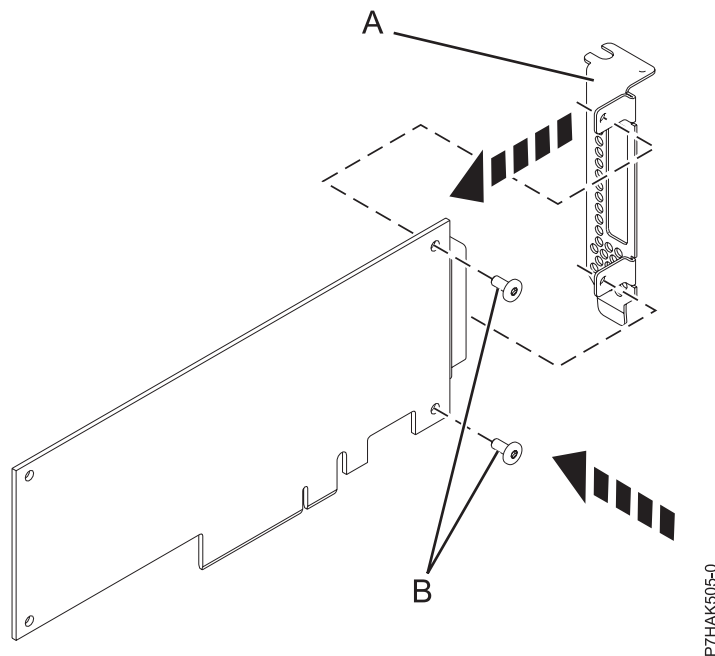

Abbildung 34. Den kurzen Haltesteg am PCI-Adapter befestigen
11. Befestigen Sie mit einem Kreuzschlitz-Schraubendreher und den beiden Sicherungsschrauben **(B)** den Haltesteg **(A)** vom fehlerhaften PCI-Adapter am neuen PCI-Adapter. Siehe Abb. 34.